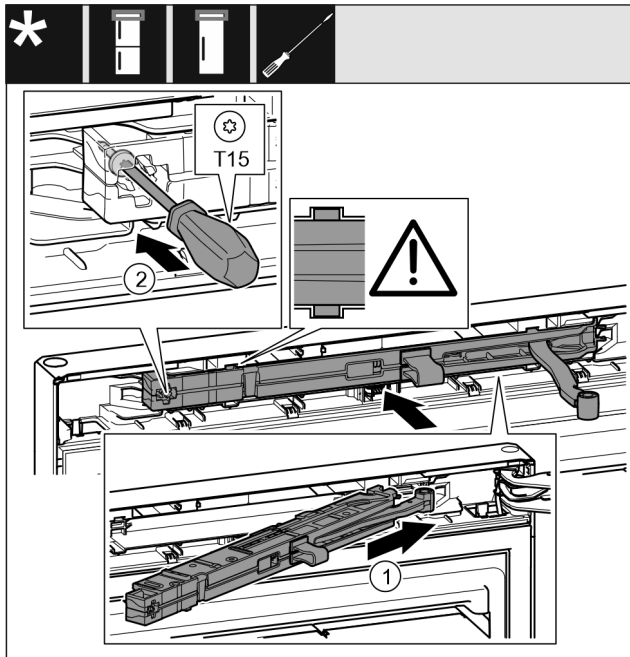

Fig. 69
- ▶ Вставьте узел амортизатора закрывания двери Fig. 69 (1) в выемку со стороны опорного кронштейна под наклоном до упора.
- ▶ Затяните винт Fig. 69 (2) отверткой.